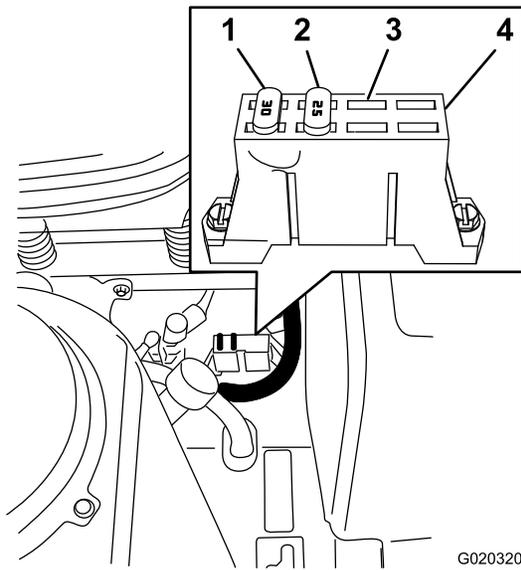

Figura 49
Nota: Los fusibles están situados en la consola de la derecha, junto al asiento (Figura 49).
2. Alinee el fusible nuevo con la ranura del bloque de fusibles (Figura 49).
3. Inserte el fusible a presión en el bloque de fusibles hasta que esté correctamente asentado (Figura 49).